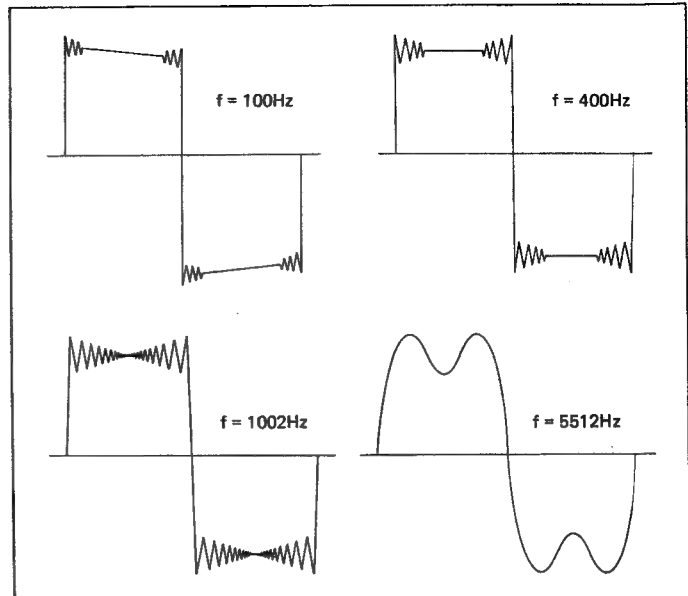

Fig. 4.21
-> Fig. 4.21
- Oszilloskop an einem Ausgang anschliessen und die Rechtecksignale bei 100 Hz, 400 Hz, 1002 Hz und 5512 Hz optisch beurteilen. Die Kurvenform muss symmetrisch sein. (Fig.4.21)